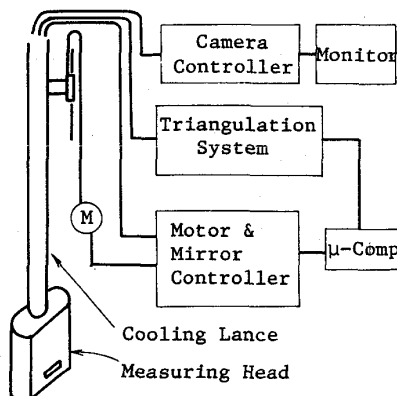

Fig.2 Automatic Measurement System
- (3) マイコンで高さ方向の位置を制御しながら、装炭口直下の断面プロフィールを得る。(Fig. 2)
- (4) プロフィールの変化と壁面の外観との対応付けのために、小型のTVカメラを内蔵している。